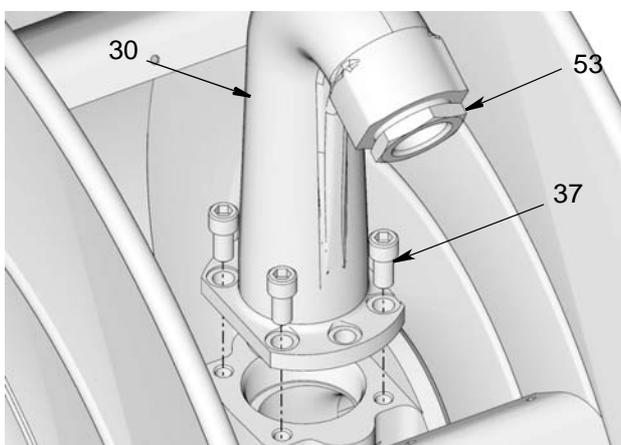

FIG. 6 : Représentation de la sortie basse pression. Les modèles à haute pression utilisent 6 boulons.
3. Pour mettre le tuyau plus facilement, Graco recommande d'enlever la sortie (30) de la bobine. Pour ce faire, déposer les boulons (37) qui attachent la sortie sur la bobine (FIG. 6).
4. Appliquer un produit d'étanchéité pour filetage ou mettre un ruban en PTFE autour des filetages du réducteur (53) (si cela est nécessaire). Mettre ensuite le réducteur (53) dans l'extrémité de la sortie (FIG. 6). Utiliser deux clés placées sur les méplats, en les tournant dans des sens opposés, pour serrer fermement le réducteur sur le raccord de la sortie.